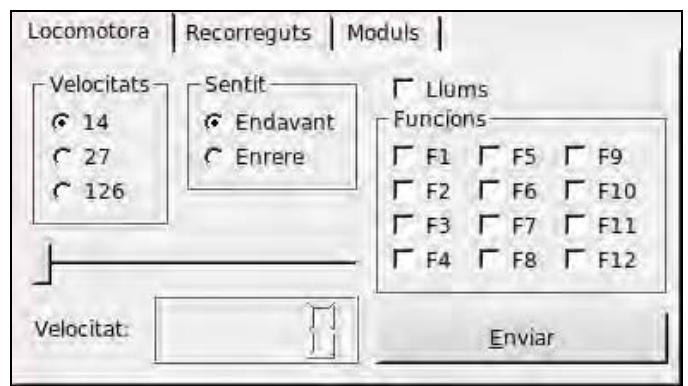

Figura 7. Pestanya de maniobres amb locomotores.
• La primera és la pestanya de maniobres amb locomotora. Aquesta permet enviar ordres simples a una locomotora com pot ser avançar a una certa velocitat o activar una sèrie de funcions pròpies d'aquesta. Com es veu a la figura 7 hi ha uns camps que es poden configurar de tal manera que la locomotora faci el desitjat.